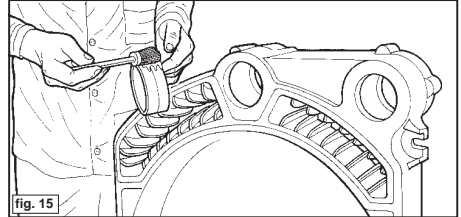

fig. 15
- 3 (Fig. 15) Preßnippel mit Fettlösemittel waschen. Mit Hilfe eines weichen Pinsels eine dünne Schicht der beigegebenen Mennige (Packing liegt dem Montagezubehörsatz bei) auf den Preßnippel und Preßnippelsitz auftragen.